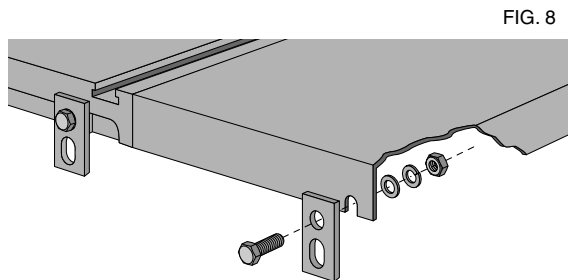

FIG. 8
PASO 14. Afiance los tres puntales de soporte trasero (Fig. 8) a la mesa de soporte y parte posterior de la mesa de aserrar.